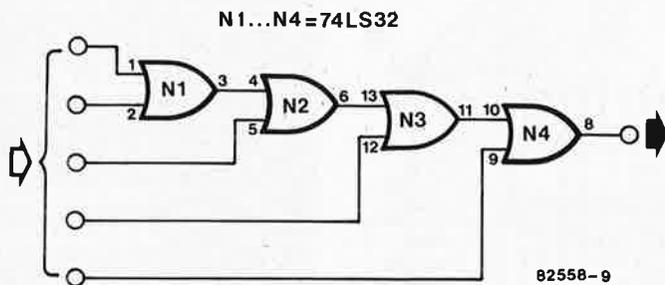

Figure 9. Une porte NOR à cinq entrées pourra combiner les différents signaux OPACK lorsqu'on utilise quatre programmeurs.
• un (ou plus quatre max.-) programmeur est nécessaire (voir chapitre 21 du livre consacré à l'O.J.T.V.). Les connexions à effectuer avec la carte principale y sont également décrites. Si l'on utilise plusieurs programmeurs, les entrées OPACK devront être combinées par une porte OR à entrées multiples (voir figure 9).